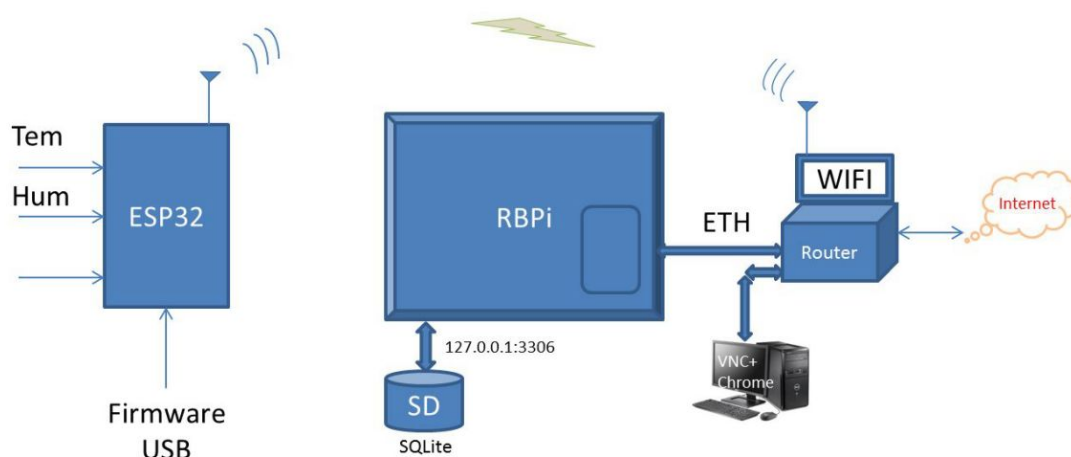

Figura 3 – Diagrama general / conexión a RBPi y visualización de datos (preliminar).
1.2) El diagrama general de conexión a la RBPi para establecer la comunicación MQTT requerida en el TP se muestra en la Figura 3. Se muestra la Base SQLite cuya conexión viene pre-cargada en la imagen SD remitida por la Cátedra, pero se puede elegir otra base de datos. Se describe la comunicación con el sistema en la RBPi, donde hay que instalar el Broker Mosquitto, y Node-red (en la imagen viene instalado). Esto permite la visualización de ambas magnitudes de Temperatura y Humedad en el dashboard de node-red. Se incluye en el repo [1] el código de: la versión Arduino con los cambios que se requirieron para que funcione, la versión VSC-PlatformIO (similar a lo que se utilizó con el docente A.Bassi en la parte MQTTConnection, en Arquitectura de Protocolos), y el flow de NodeRed actualizado para leer dos canales de MQTT-in (LED aun no implementado) y visualización de Temperatura y Humedad en dos gauges usando node-red dashboard.